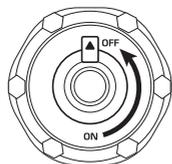

Abb.4
7. Lassen Sie den Generator nach dem Stoppen vollständig abkühlen und schließen Sie die Entlüftungsöffnung am Tankdeckel (auf „OFF“ stellen, wie in Abb. 4 gezeigt, für Modelle KS 2100i S, KS 2100iG S, KS 3100i S, KS 3100iG S - beim Abstellen des Motors im Benzinbetrieb-Modus).